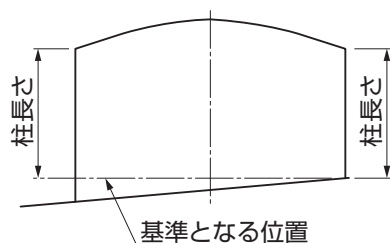

図2-6
- ④M合掌キャップを取付けてください。（図2-6参照）
- ⑤梁連結材を【13-5】で固定してください。
- 基準になる位置からの柱の長さを同じにしてください。合掌棟木に水がたまり、漏水するおそれがあります。（図2-6参照）